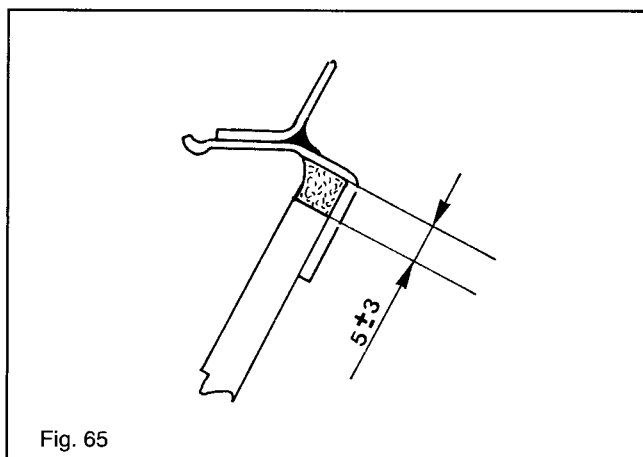
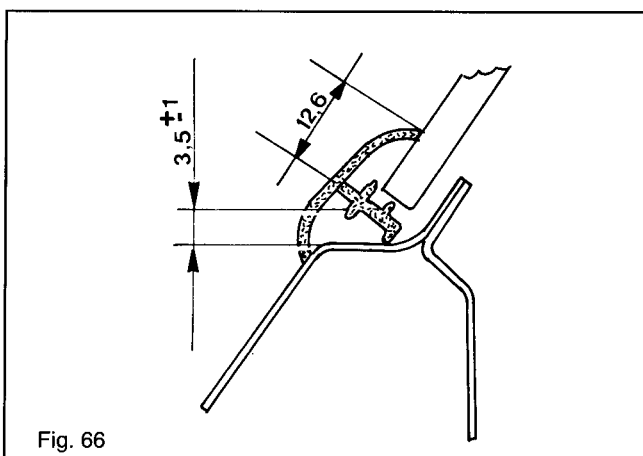

Fig. 65
Fig. 66
- Sgrassare il bordo del nuovo cristallo con **alcool etilico**, posizionarlo mediante l'attrezzo 19.1.20113 come rappresentato in fig. 64 ed effettuare il centraggio rispetto al bordo, superiore e inferiore, della cornice di alloggiamento cristallo rispettando le quote come indicato nei dettagli di fig. 65 (lato inferiore) e fig. 66 (lato superiore). Controllare inoltre che la distanza del cristallo dal bordo della cornice di alloggiamento sia la stessa sui due lati.
— Completata l'applicazione del sigillante adesivo procedere al montaggio, sui lati della cornice, dei tre listelli di rifinitura (bordini) secondo il posizionamento illustrato nei dettagli di fig. 65 (lato inferiore) fig. 66 (lato superiore) e dei due angolari ved. fig. 67 fino a farli aderire al cristallo e al bordo della cornice.
**Avvertenza** - Il montaggio dei 3 listelli deve essere effettuato con il bordo più alto rivolto verso il cristallo come rappresentato in fig. 65 e 66.